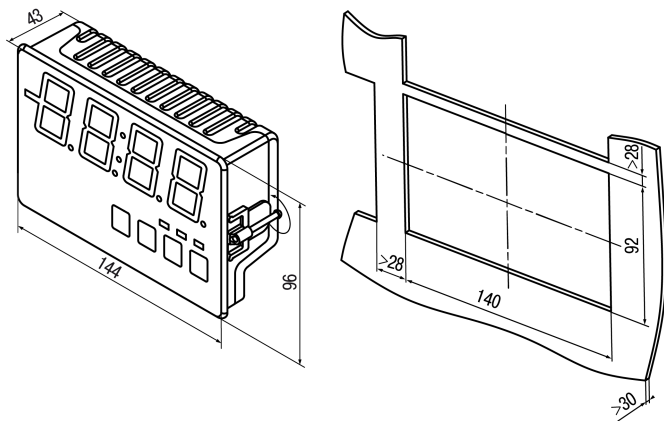

Рисунок 4.1 – Габаритные размеры корпуса Щ8
1. Подготовить на щите управления место для установки прибора (см. *рисунок 4.1*).